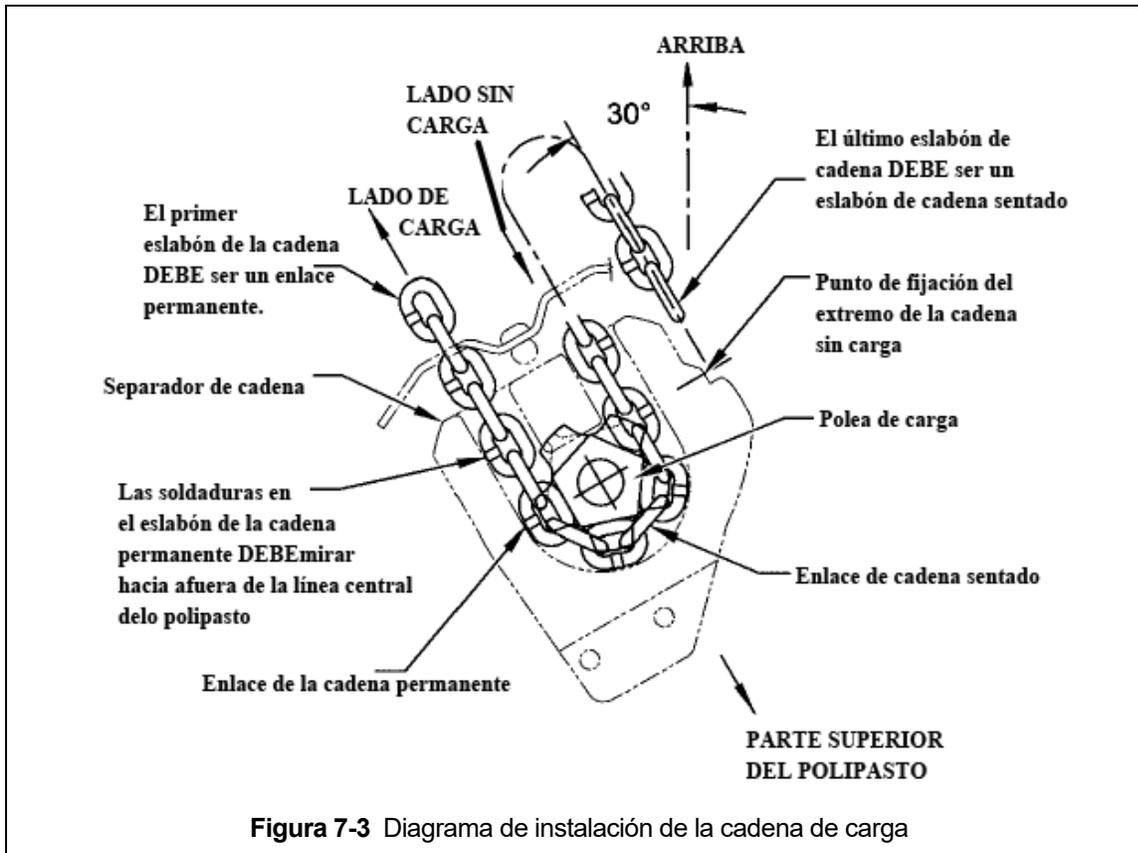

Figura 7-3 Diagrama de instalación de la cadena de carga
- 5) **⚠ PRECAUCIÓN** Invierta el polipasto/tecle de manera que las aberturas del separador de la cadena estén hacia arriba e incline el polipasto/tecle aproximadamente 30° como se muestra en la figura 7-3. Inserte la cadena en el separador de la cadena en la abertura lateral sin carga asegurándose de que el primer eslabón sea un eslabón fijo y que su soldadura esté alejada de la línea central del polipasto/tecle.